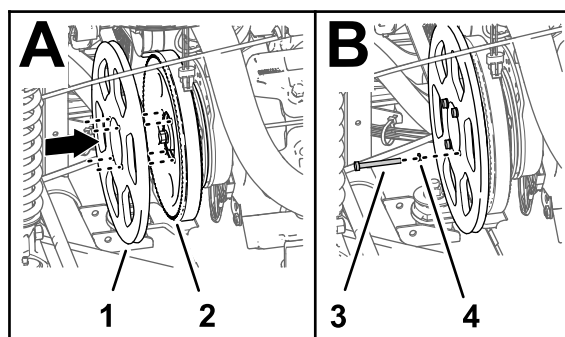

Figura 180
4. Allineate i fori nella puleggia per l'alternatore (kit) con i fori nella puleggia per la pompa dell'irroratrice (**Figura 180**).